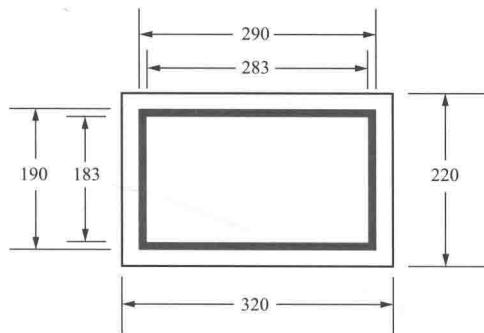

图 1-10 互感器标志牌尺寸参考类型（一）
- (2) 互感器标志牌尺寸参考类型（一）如图 1-10 所示。